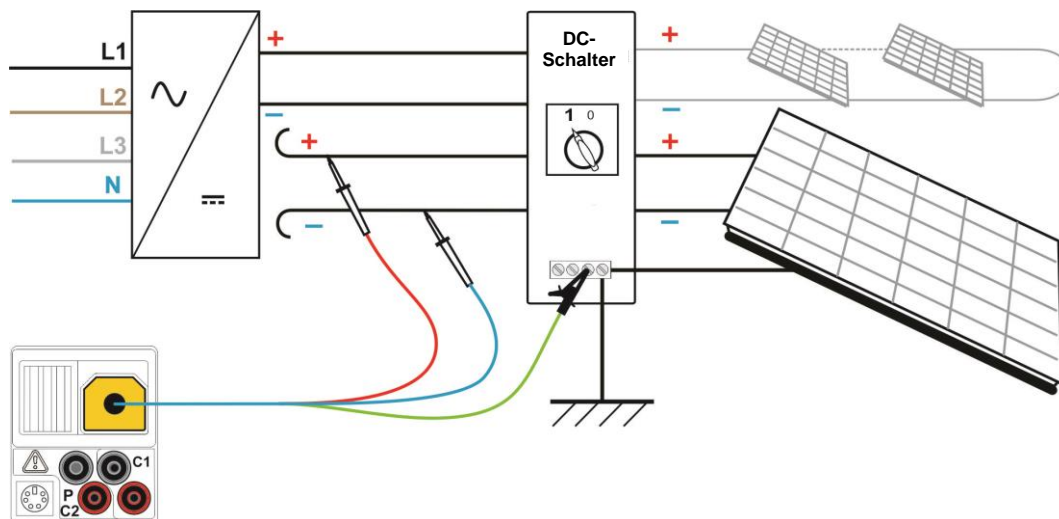
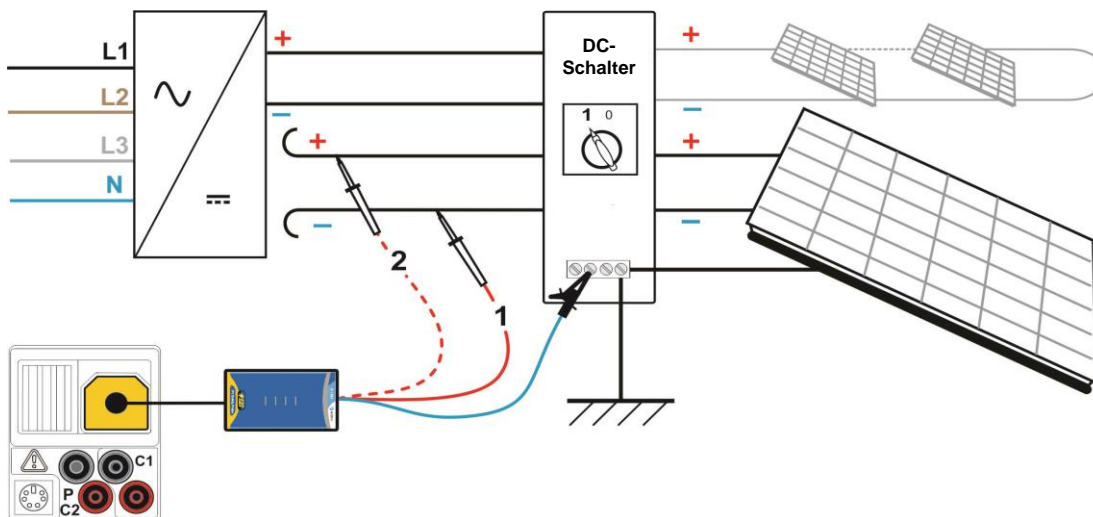

Abbildung 5.2: Anschluss zur Durchführung der Isolationsmessung mit Universal-PV-Prüfleitung
Abbildung 5.3: Anschluss zur Durchführung der Isolationsmessung mit PV-Sicherheitssonde
- **Schließen Sie** die Universal-PV-Prüfleitung oder die PV-Sicherheitssonde (A 1384) an das Messgerät (siehe Abbildung 5.2 und Abbildung 5.3) an.
- **Schließen Sie** die Universal-PV-Prüfleitung oder die PV-Sicherheitssonde (A 1384) an das PV-System (siehe Abbildung 5.2 und Abbildung 5.3 Schritt 1) an.
- **Schließen Sie** die DC+-Leitung an die PV-Sicherheitssonde A 1384 an (siehe Abbildung 5.3, - Schritt 2).